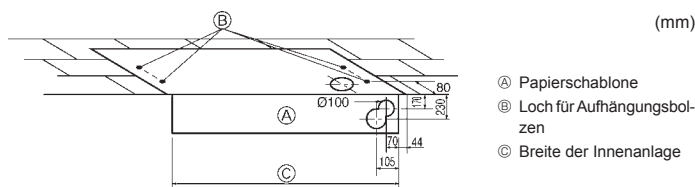

Fig. 3-3
3) Wahl der Positionen für die Aufhängebolzen und die Rohrleitung (Fig. 3-3)